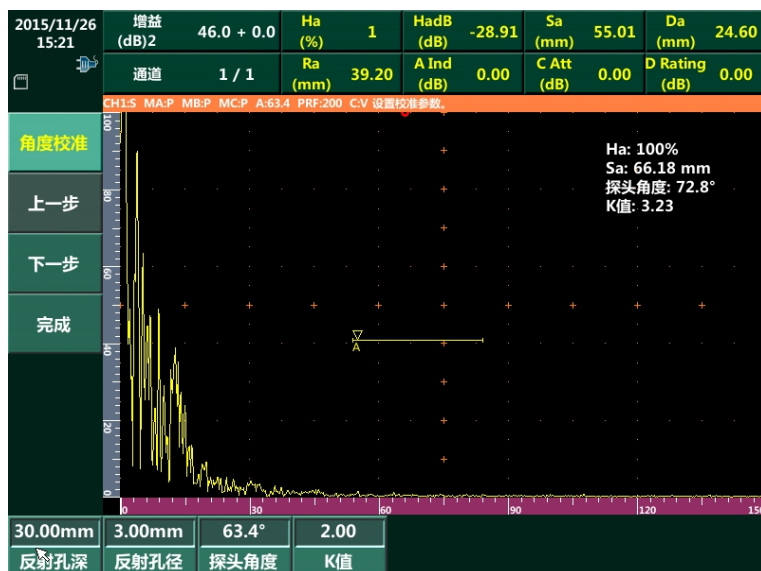

图 2-23 角度校准界面
- 1) 在通用超声成像界面下选择“角度校准”，进入自动校准界面，如图 2-23 所示。在此界面中根据使用的试块调节“反射孔深”和“反射孔径”参数（本例中数值分别为 30mm 和 3mm）。